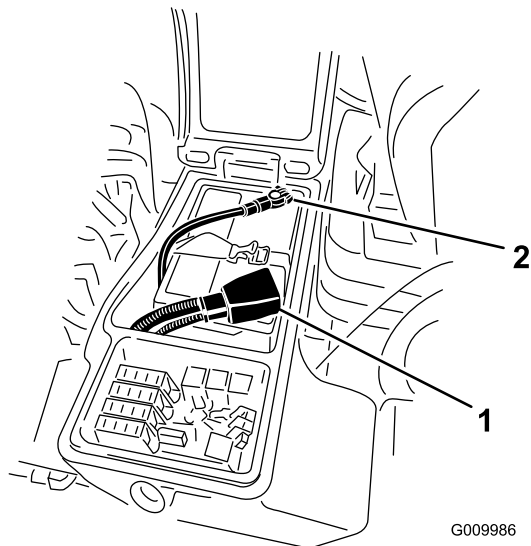

Figura 76
3. Retire el cable negativo (negro) del terminal negativo (-) y el cable positivo (rojo) del terminal positivo (+) de la batería (Figura 76).
6. Conecte el cable positivo (rojo) al borne positivo (+) y el cable negativo (negro) al borne negativo (-) de la batería (Figura 76).